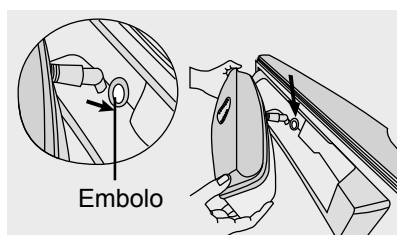

Figura 52
- Para colocar el tanque cerciorece primero en introducir la válvula en el orificio de la contrapuerta hasta que este haga tope con la puerta (figura 52).